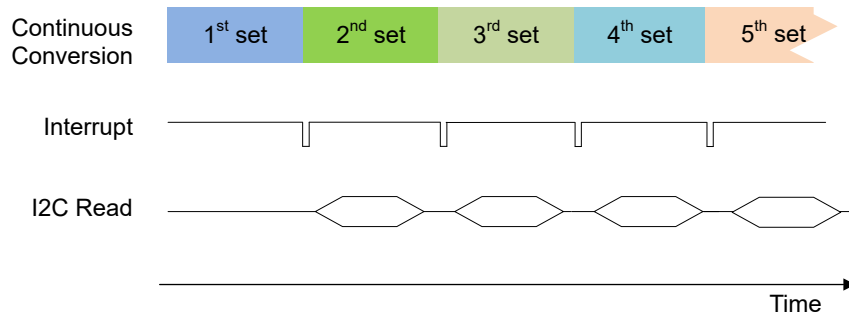

图 8-10. 使用交流线路电源进行连续转换
- 等待 `INT` 信号置为低电平以指示转换完成。当 `INT` 变为低电平时, 使用一个读取命令执行 16 位 T、X、Y、Z 寄存器读取 (请参阅图 8-10)。